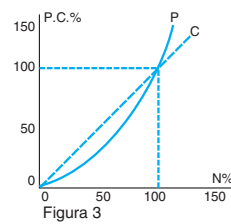

Figura 3
- coppia crescente linearmente con la velocità  $C = kn$ , con la potenza che varia in base al quadrato della velocità (figura 3),